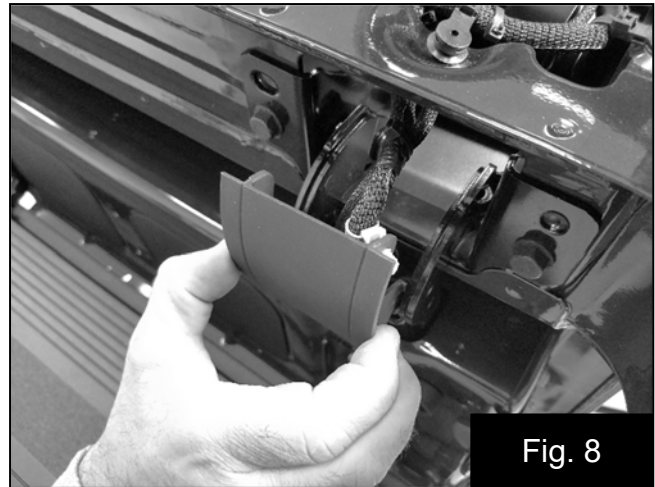

Fig. 8
9. Repliez la section intérieure du hayon et délogez le couvercle de la charnière en plastique côté passager pour aider à l'acheminement du harnais. Fig 8